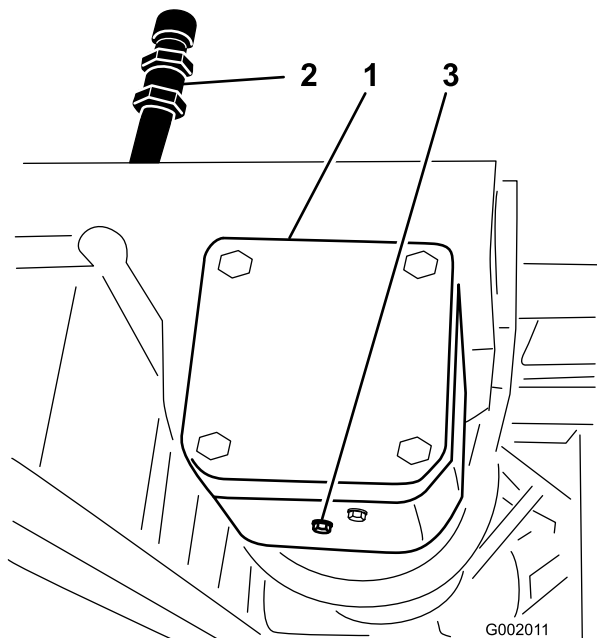

Figura 71
2. Mettete una bacinella sotto il tappo di spurgo, sulla scatola ingranaggi della trasmissione della pompa (Figura 71).
- Togliete il tappo di riempimento ed il tappo di spurgo (Figura 71), e lasciate defluire l'olio nella bacinella.